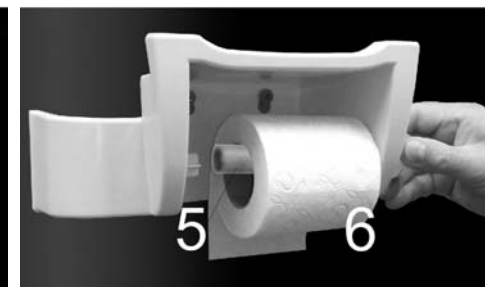

Рисунок 6
3.6 Соединить между собой ось поз. 5 и заглушку полки для туалета поз. 6. (см. рис. 6).
3.7 Вставить ось поз. 5 в отверстие на боковой стенке основания поз. 4 для рулона, зафиксировать ее на другой стенке основания (см. рис. 6).